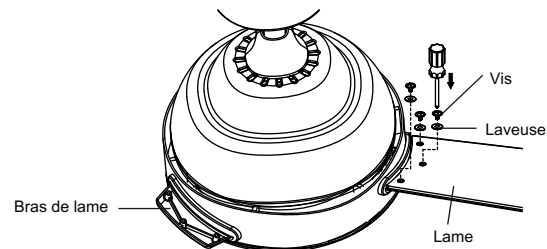

Fig. 20
Étape 1. Placez la lame au-dessus du bras de la lame avec des poteaux filetés montrant. Assurez-vous que le bord inférieur de la lame est entièrement assis contre le bras de la lame. À l'aide d'un tournevis Phillips, démarrez une vis et une lèveuse de lame dans le bras de la lame (ne serrez pas) et répétez pour les 2 vis et rondelles restantes. Resserrez votre vis solidement en commençant par la vis centrale. Assurez-vous que la lame est droite. Répétez les étapes pour les lames restantes. (Fig. 20)